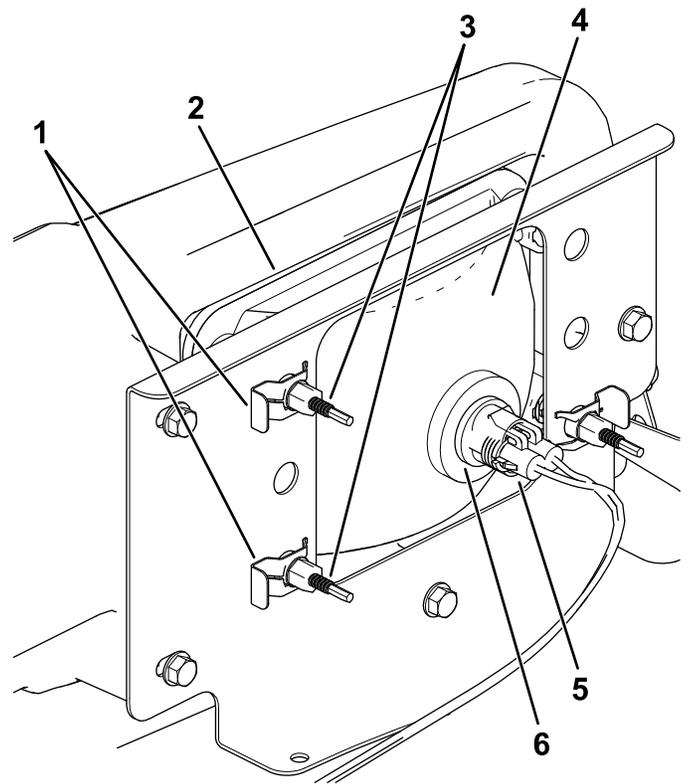

Figure 39
3. Débranchez le connecteur électrique de faisceau du connecteur du phare (Figure 39).
4. Déposez les clips rapides qui fixent le phare à son support (Figure 39).
5. Sortez le phare en le déplaçant vers l'avant à travers l'ouverture dans le pare-chocs avant (Figure 39).
6. Montez le phare neuf par l'ouverture dans le pare-chocs (Figure 39).
8. Branchez le connecteur électrique de faisceau sur le connecteur de l'ampoule (Figure 39).
5. Au dos du phare, tournez les vis de réglage (Figure 39) pour orienter le phare et aligner la position de son faisceau.